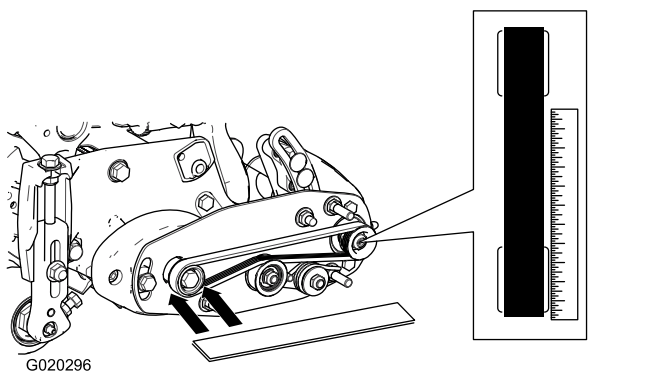
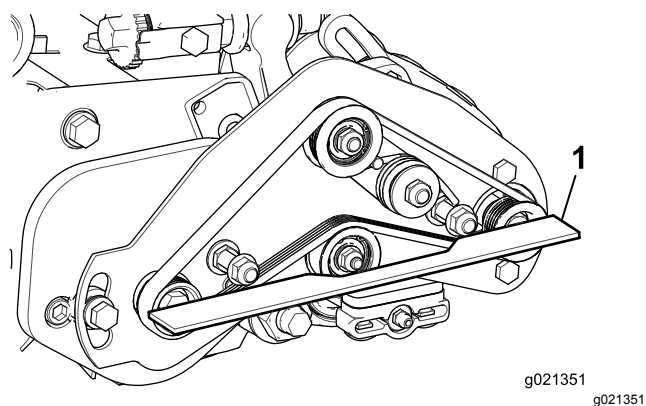

Figura 24
Figura 25
- Disponha uma régua de traçar ao longo da face externa da **polia de transmissão** (**Figura 24** e **Figura 25**). **Não** disponha a régua de traçar entre a transmissão e as polias da transmissão.